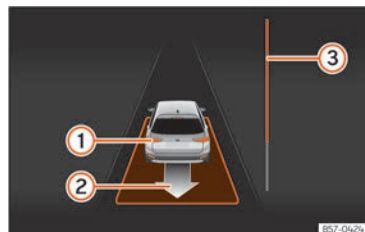

Abb. 189 Am Bildschirm des Kombi-Instruments: parallel zur Fahrbahn ausparken.
- Fahren Sie rückwärts, bis das Dauertonsignal des ParkPilot ertönt; **ODER:** fahren Sie zurück, bis am Bildschirm des Kombi-Instruments die Anzeige zur Vorwärtsfahrt erscheint. Die Fortschrittsanzeige »» **Abb. 189** **③** zeigt den zurückzulegenden Abstand an »» **Seite 289**.